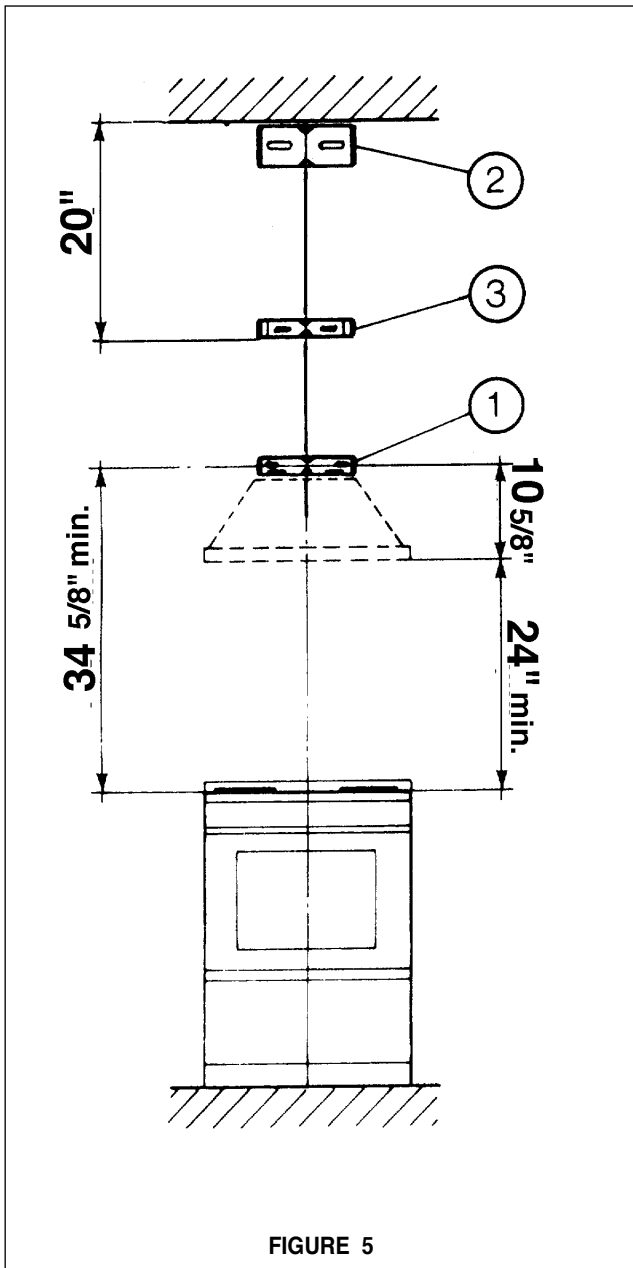

FIGURE 5
3. La hotte Nova se fixe au mur avec trois fixations (1, 2, et 3 de la figure 5). Le recouvrement extérieur de la hotte est suspendu par 2 collerettes en métal qui s'allongent à partir de la fixation 1. Cette fixation doit être installée avec les collerettes au bas de la fixation. Et peut être installée de chaque côté dépendamment de la longueur requise. Les dimensions à la FIGURE 5 sont pour l'installation de la hotte à 24 po au-dessus du plan de travail.
4. La cheminée se fixe au mur par deux fixations additionnelles (2 et 3 de la FIGURE 5). La FIGURE 5 illustre la position des fixations de la cheminée. La plus grande fixation (numéro 2) doit être installée à approximativement 1/8 po du plafond. La fixation centrale en métal brillant s'installe avec les extrémités en contact avec le mur et courbes vers l'extérieur. La fixation centrale doit être installée au point inférieur du manchon de la cheminée supérieure.